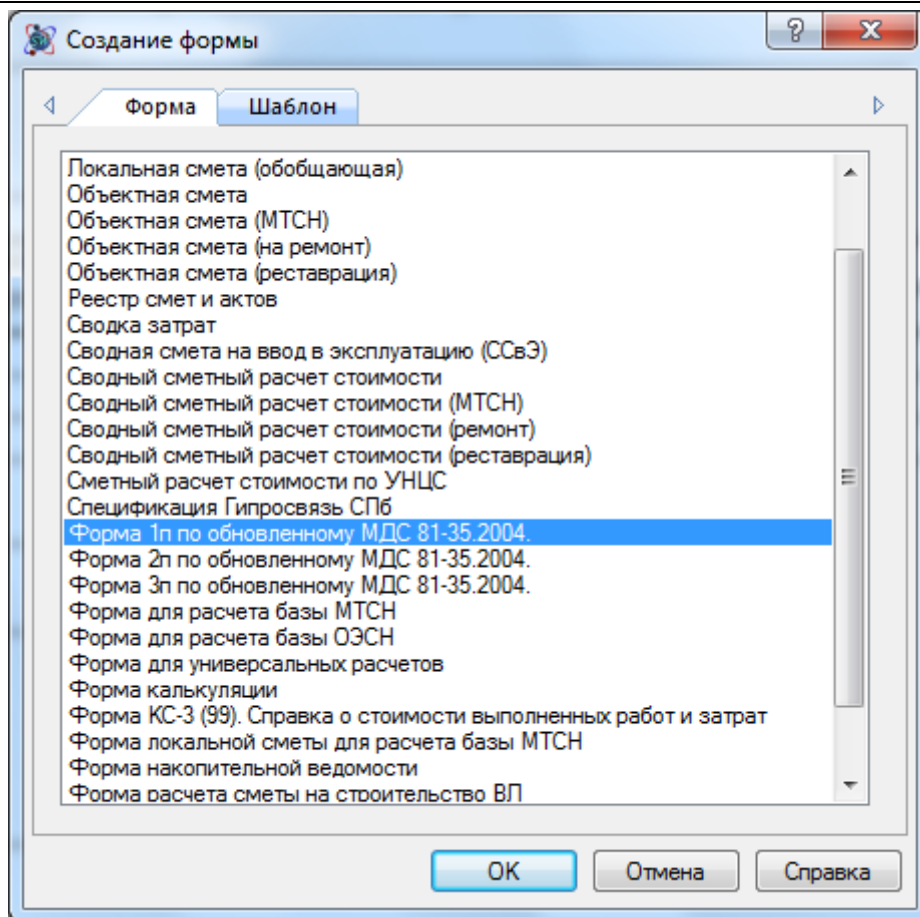

Рис. 8.23 Создание Формы 3п
3. В диалоговом окне *Создание формы* выбрать *Форма 1п* (рис. 8.23) и нажать кнопку **ОК**.